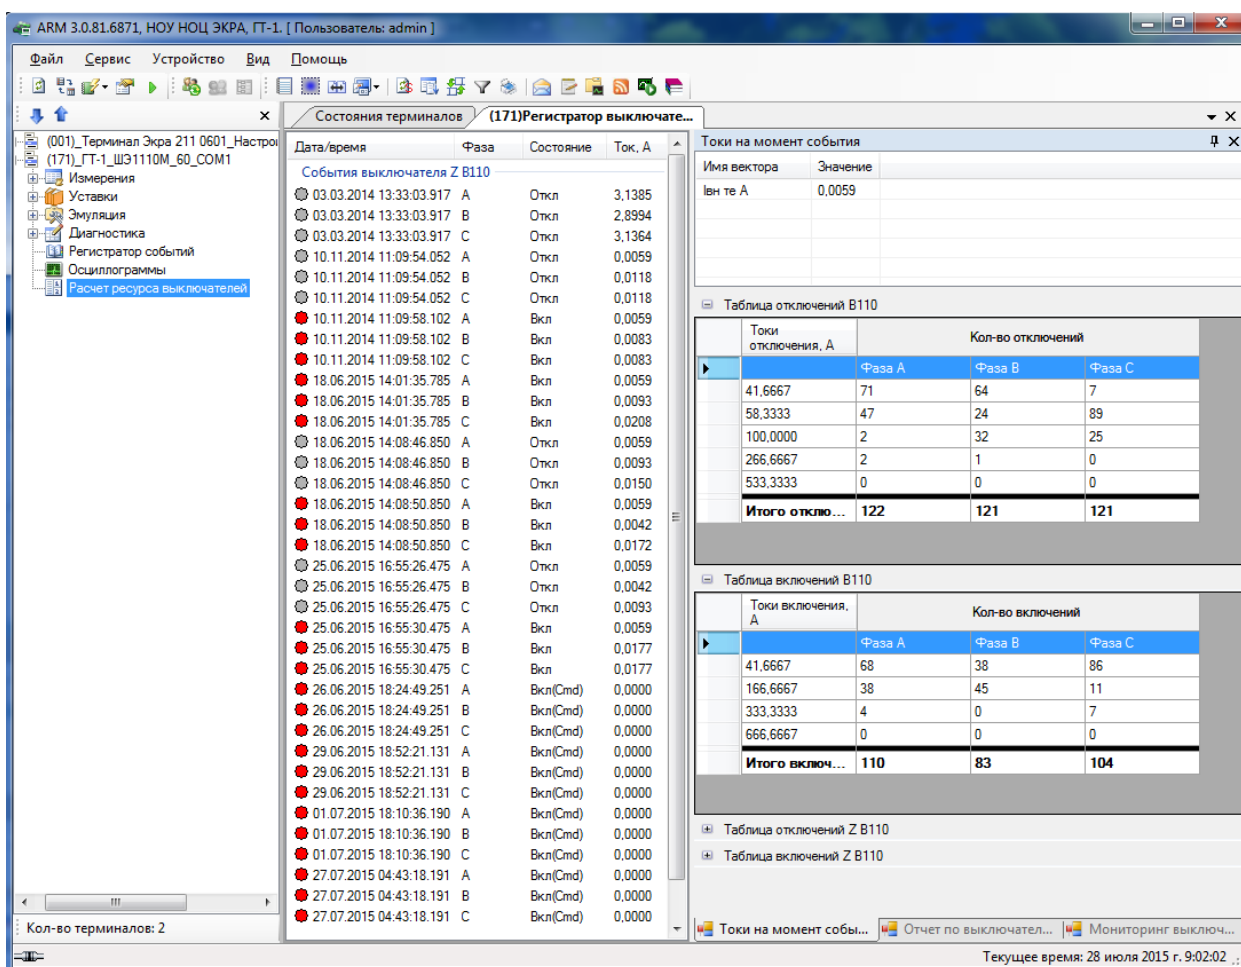

Рисунок 2.63
Окно **Расчет ресурса выключателей** (см. рисунок 2.63) позволяет просмотреть:
– Токи на момент события – отображает значения сохраняемых векторов на момент события. Также отражены таблицы отключений и включений **на текущий момент**, а не на момент события (см. рисунок. 2.63);